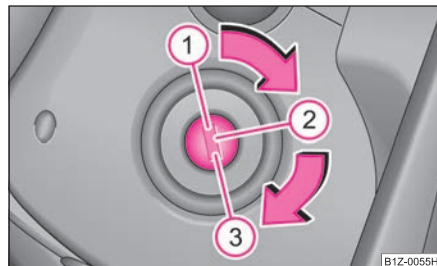

Fig. 114 Posizioni del blocchetto di accensione
- Portare la chiave di accensione in posizione  ⇒ pag. 101, fig. 114.